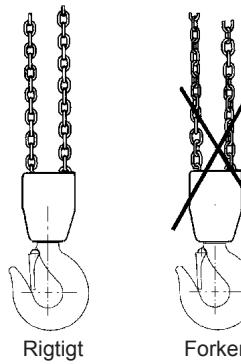

Fig 5
- Kæden må ikke have kinkes eller være snoet. Ved 2-parts skraldetaljebrug (6 ton) er der risiko for, at kæden kan blive snoet, ved at underblokken kommer til at smitte gennem kædesløjfen – typisk ifm. ommontering eller flytning af skraldetaljen mellem forskellige arbejdssteder. Se fig. 5.